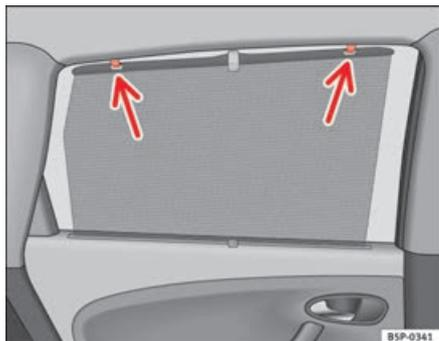

Fig. 85 Store de portière arrière
- Tirez le store et attachez-le aux crochets situés sur la partie supérieure de la portière ⇒ fig. 85. ■